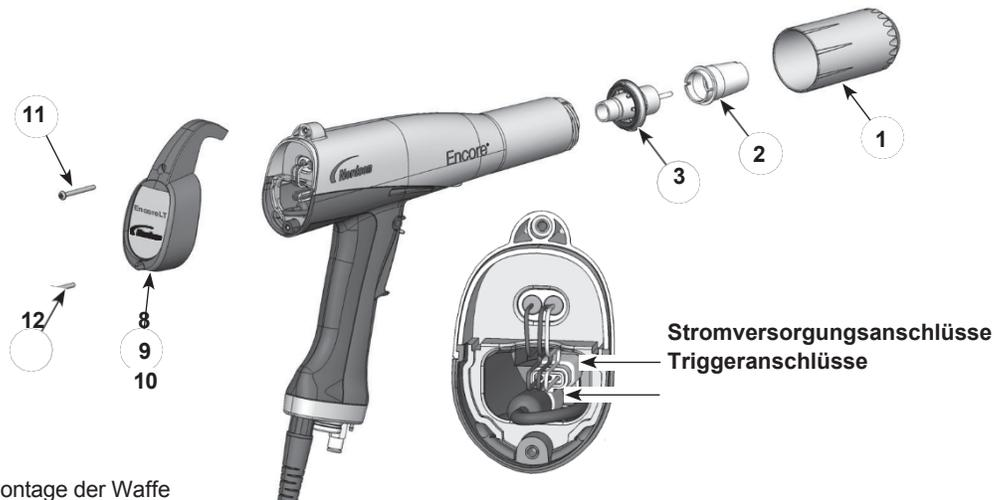
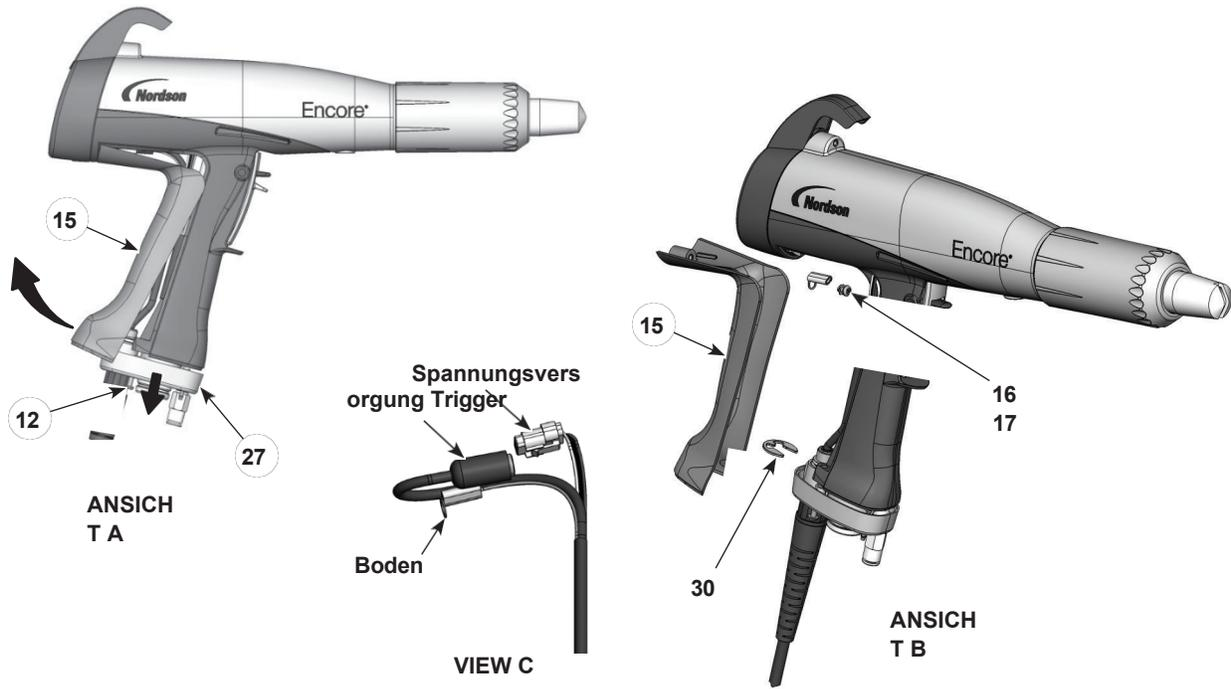

Abbildung 12 Demontage der Waffe
Abbildung 16 Austausch des Kabels
1. Siehe Abbildung 12. Entfernen Sie die Düsenmutter (1), die Düse (2) und die Elektrodenanordnung (3).
2. Entfernen Sie die Schrauben (11, 12) und den Haken (10), die Abdeckung (8) und das Gehäuse (9).
4. Siehe Abbildung 12. Bringen Sie die Abdeckung (8), das Gehäuse (9) und den Haken (10) wie abgebildet an.
5. Installieren Sie die Elektrodenbaugruppe (3) an der Vorderseite des Pistolenkörpers. Darauf achten, dass der Draht
2. Siehe Abbildung 12. Entfernen Sie die untere Schraube (12) aus dem Gehäuse (9).
3. Siehe Abbildung 16, Ansicht A. Lösen Sie die beiden Schrauben M3 x 20 (12), mit denen der Griffsockel befestigt ist. (27) an den Griff.
4. Ziehen Sie die Basis so weit vom Griff weg, dass die Unterkante der Bodenplatte frei wird. (15) von der Basis aus.
6. Siehe Abbildung 16, Ansicht B. Entfernen Sie die Schraube M3 x 6, die Sicherungsscheibe (16, 17) und die Erdung von der Erdungsklemme.
7. Entfernen Sie den E-Ring (30) vom Kabel.
8. Siehe Abbildung 16, Ansicht C. Ziehen Sie die Kabelstecker aus dem Griff. Trennen Sie den Stromversorgungskabelstrang vom Pistolenkabel, indem Sie einen kleinen Schraubendreher mit flacher Klinge in den Schlitz des Stromversorgungskabelstrangs einführen, um die Verriegelung zu lösen.
1. Siehe Abbildung 16. Führen Sie ein neues Kabel durch den Griffsockel (27) und installieren Sie dann den E-Ring (30) auf das Kabel, um es zu fixieren.
3. Verbinden Sie die Kabelklemme mit der M3 x 6 Schraube und der Sicherungsscheibe (16, 17) mit der Erdungsplatte (15).
5. Hängen Sie das obere Ende der Bodenplatte (15) in den Pistolenkörper ein und drehen Sie es dann in die Position auf der Griff.
6. Drücken Sie den Griffsockel (27) gegen den Griff und die Bodenplatte und ziehen Sie die beiden Schrauben M3 x 20 (12) im Sockel fest an.
7. Siehe Abbildung 12. Setzen Sie die untere Schraube M3 x 20 (12) in das Gehäuse (9) ein und ziehen Sie sie fest sicher.
1. Siehe Abbildung 16. Entfernen Sie das Erdungspolster wie in den *Schritten 1-5 zum Entfernen des Kabels* beschrieben. Sie müssen das Erdungskabel nicht von der Erdungsunterlage abziehen.